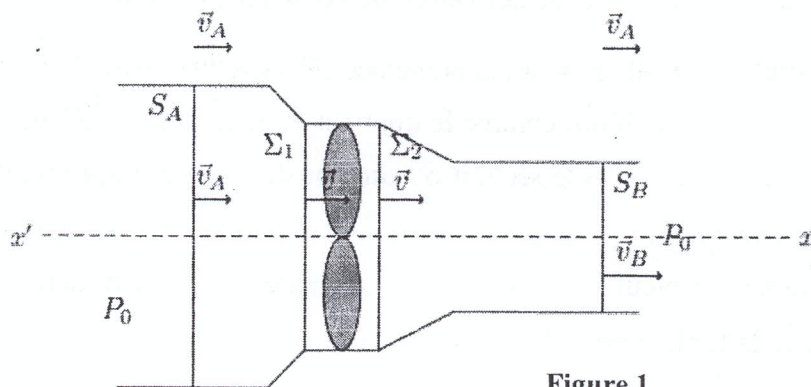

Figure 1
Dans un fluide en écoulement parfait, homogène et incompressible de masse volumique ρ (air ou eau), est immergée une hélice. On se place dans le référentiel $\mathcal{R}$, supposé galiléen, où l'hélice est animée d'un mouvement de rotation autour de son axe $x'x$, fixe, à vitesse angulaire constante (figure 1). On fera les hypothèses suivantes :
- La figure 1 représente un tube de courant dans $\mathcal{R}$, dans l'hypothèse où $S_A > S_B$. Loin de l'hélice et en amont de la section S_A , la vitesse du fluide est uniforme et vaut $\vec{v}_A = v_A \vec{e}_x$ dans $\mathcal{R}$. Au niveau de la section S_B , elle vaut $\vec{v}_B = v_B \vec{e}_x$, toujours à grande distance de l'hélice.
5-2- En appliquant le premier principe de la thermodynamique à un système convenable. On exprimera la puissance $\mathcal{P}_f$ en fonction de v_A , v_B et du débit massique q_m circulant dans le tube de courant représenté sur la figure 1.